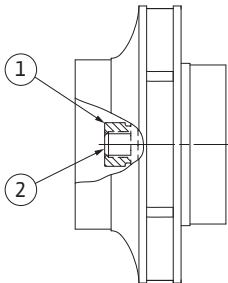

Fig. 55: Montajdan sonra çark somununun doğru konumu
29. Mili sabit tutun (bkz. İşlem adımı 24) ve çark somununu belirtilen tork ile (bkz. "Tablo 11: Cıvata sıkma torkları", sayfa 52 listesi) sıkın. Somun (Fig. 55, Poz. 1) mil ucuna (Fig. 55, Poz. 2) yaklaşık $\pm 0,5$ mm sıfır olmalıdır. Şayet bu söz konusu değilse somunu sökün ve 25 ila 29 işlem adımlarını tekrarlayın.